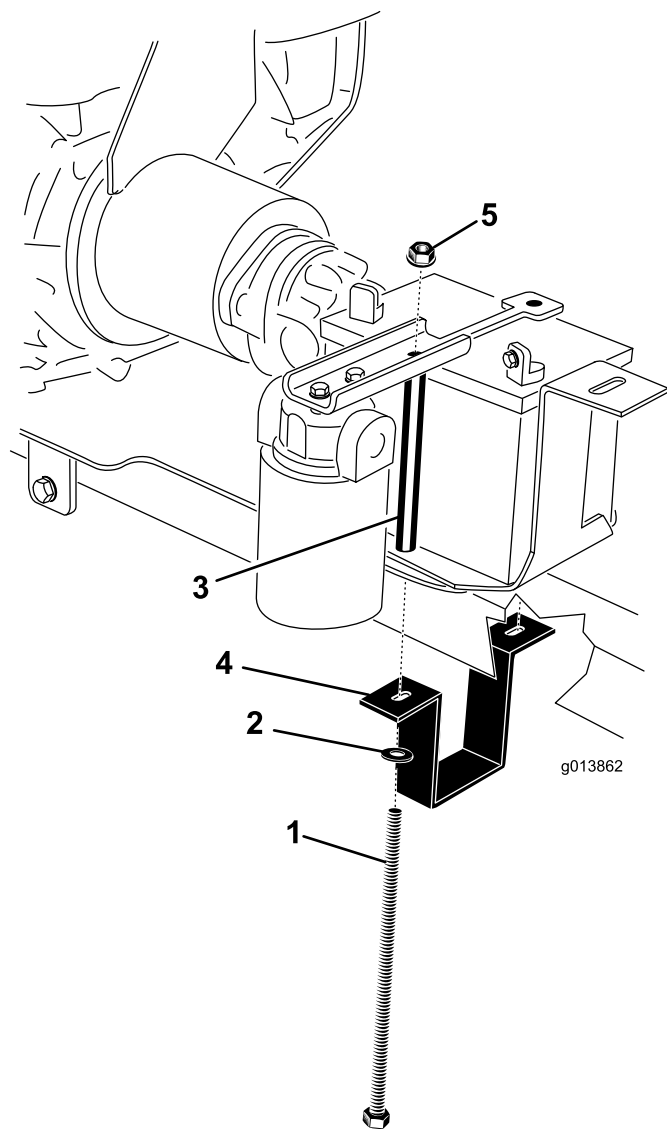

Bild 8
1. Batterieschraube (2) 4. Batteriebefestigungsband
2. Scheibe (2) 5. Sicherungsbundmutter (2)
11. Stellen Sie die Batterie auf das Batteriefach; die Pole sollten an der in Bild 8 dargestellten Stelle sein.
12. Setzen Sie die Batteriebefestigung auf die Batterie (Bild 8).
13. Halten Sie die Batteriebefestigungsriemen um die Unterseite des Anbauvorrichtungsrohrs (Bild 8).
14. Stecken Sie an der rechten Seite eine Batterieschraube durch die Scheibe, das Batteriebefestigungsband, die Motorbefestigungsplatte, das Batteriefach, und das Distanzstück der Batterieschraube, und halten Sie sie fest. Setzen Sie eine Bundmutter lose auf (Bild 8).
15. Stecken Sie an der linken Seite eine Batterieschraube durch die Scheibe, das Batteriebefestigungsband, die Motorbefestigungsplatte, das Batteriefach, und das Distanzstück der Batterieschraube, und halten Sie sie fest. Setzen Sie eine Bundmutter lose auf (Bild 8).